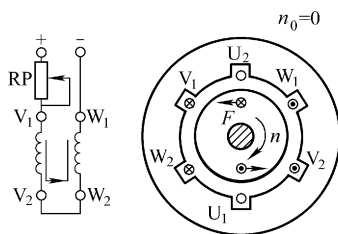

图 3-41 能耗制动原理图
1) 能耗制动 如图 3-41 所示，将运行中的电动机，切断电源后（旋转磁场的转速  $n_0=0$ ），向定子绕组通入直流电源，使定子绕组中产生一个静止不动的磁场，而转子仍惯性运转（转速为  $n$ ）切割该磁场，便在转子电路中产生感应电流，这个感应电流与静止磁场相互作用，